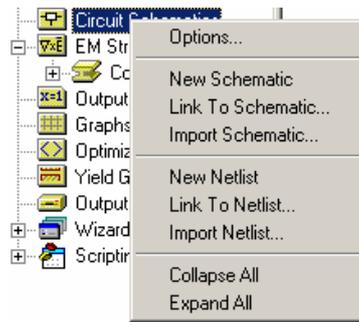

Рис. 3.3. Создание схем
**Работа со схемой (Schematics).** Нажмите правой кнопкой мыши на элементе **Schematics** это позволит добавить к проекту схему или схемный файл (netlist) (см. рис. 3.3).
Поясним команды меню на рис. 3.3: